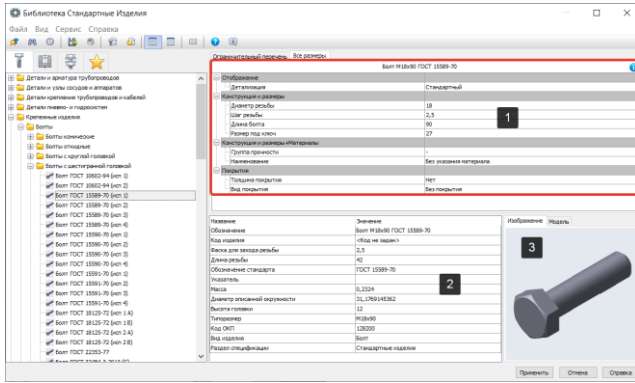
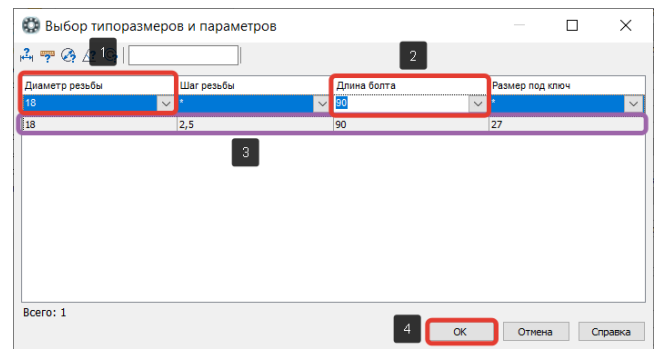

Рисунок 326 – Параметры элемента
Рисунок 327 – Выбор типоразмеров и параметров
- В окне Параметры элемента (1) двойным щелчком по строке Диаметр резьбы откроем окно Выбор типоразмеров и параметров. В этом окне настраиваются геометрические параметры. В разделе «Конструкция и размеры + Материалы» указывается группа прочности, в окне «Покртия» – вид и толщина покрытия (Рисунок 326);
- В окне Выбор типоразмеров и параметров зададим диаметр резьбы (1) 18 мм. И длину болта (2) 50 мм. Выберем строку, отвечающую требованиям (3). Затем нажмем кнопку ОК (Рисунок 327);
• После настройки типоразмеров болта (Рисунок 327) в окне атрибутов (2) отобразятся все заданные значения, а в соседнем окне отобразится графическое представление элемента. Для добавления крепежного элемента нажмем кнопку Применить (Рисунок 326);